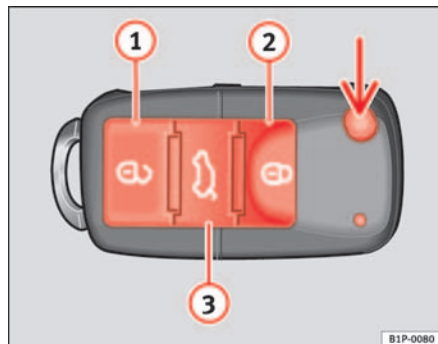
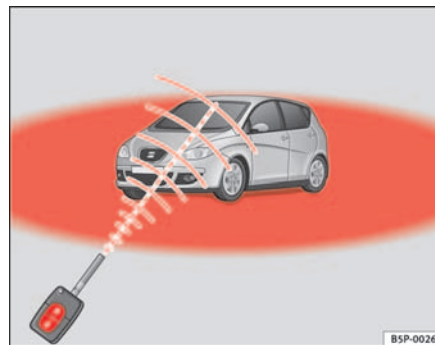

Fig. 64 Teclas de la llave con mando a distancia
Fig. 65 Radio de acción del mando a distancia por radiofrecuencia
Con la tecla $\Rightarrow$ fig. 64 (flecha) del mando, se desbloquea el paletón de la llave.
Desbloqueo del vehículo $\Rightarrow$ fig. 64 ①.
Bloqueo del vehículo $\Rightarrow$ fig. 64 ②.
Desbloqueo del portón trasero. Pulse la tecla $\Rightarrow$ fig. 64 ③ hasta que todos los intermitentes del vehículo parpadeen brevemente. Al pulsar la tecla de desbloqueo $\Rightarrow$ fig. 64 ③, dispone de 2 minutos para abrir el portón. Una vez transcurrido este tiempo se bloqueará de nuevo.
Además, el testigo de la pila de la llave $\Rightarrow$ fig. 64, parpadea.
Pulsando una vez la tecla $\Rightarrow$ fig. 64 ①, se abrirá sólo la puerta del conductor, permaneciendo el resto cerradas.
Pulsando dos veces la tecla  ⇒ página 106, fig. 64 , se desbloquearán todas las puertas.
- El mando a distancia por radiofrecuencia funciona únicamente dentro de su radio de acción ⇒ página 106, fig. 65 (zona roja).
- Utilice las dos llaves que se entregan con el vehículo, la llave provista de emisor de radiofrecuencia y la llave convencional ⇒ página 106, fig. 64 ⇒ página 106, fig. 65.
⇒ página 106, fig. 64 ⇒ página 106, fig. 65 desde la cerradura de la puerta del conductor.